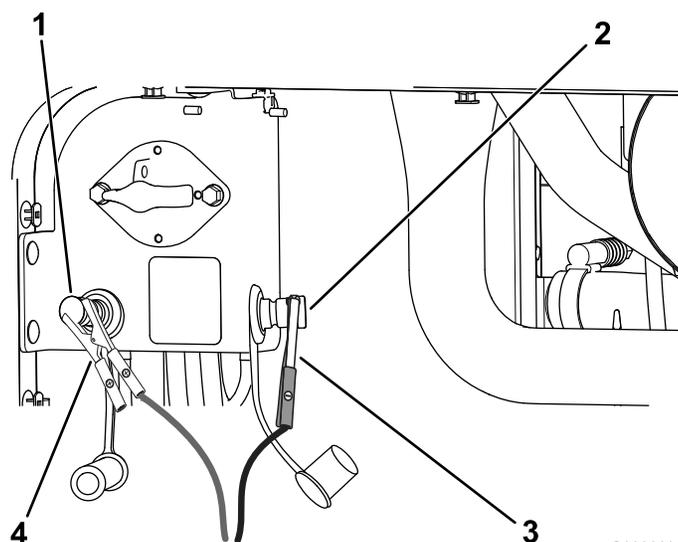

Рисунок 98
4. Подсоедините положительный провод зарядного устройства к положительному штырю запуска от внешнего источника (Рисунок 98).
5. Подсоедините отрицательный провод зарядного устройства к отрицательному штырю запуска от внешнего источника (Рисунок 98).
7. После полной зарядки аккумуляторных батарей отсоедините зарядное устройство от источника электропитания, затем отсоедините провода зарядного устройства от штырей запуска от внешнего источника (Рисунок 98).